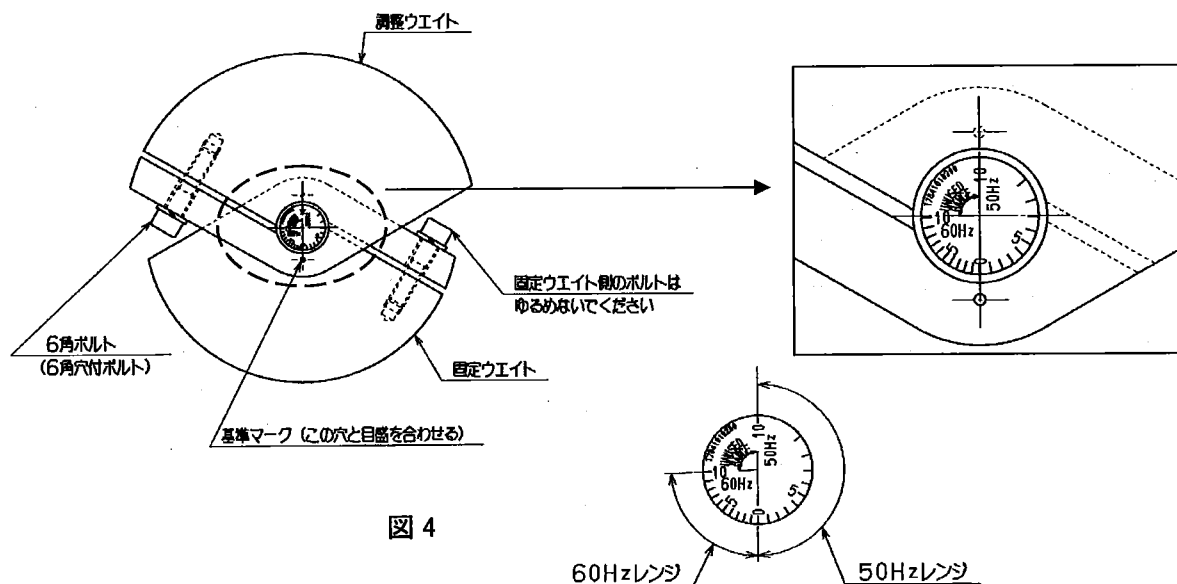

図4
(図4参照)
- (c) 図4に示す、調整ウエイトの基準穴を希望する目盛に合わせ、調整ウエイトのボルトを締めて固定します。調整ウエイトのボルト締めトルクは表2(10P)を参照ください。